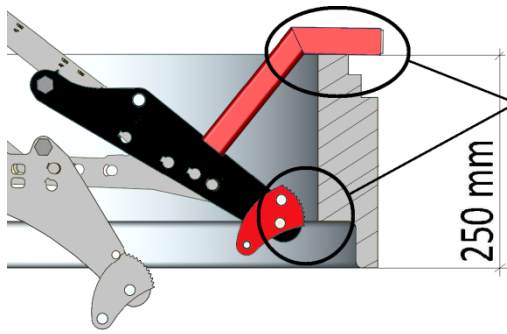

Bild 1
Das Greifen von Schachtringen (Bauhöhe 250 mm) **OHNE** oben benanntes Zubehörteil (4400.0079) ist untersagt (→ siehe Bild 1).
**Bild 1** zeigt einen Schachtring mit einer minimalen Bauhöhe von 250 mm **ohne** „Adaptersatz an Auflage von SVZ-UNI“ (4400.0079).